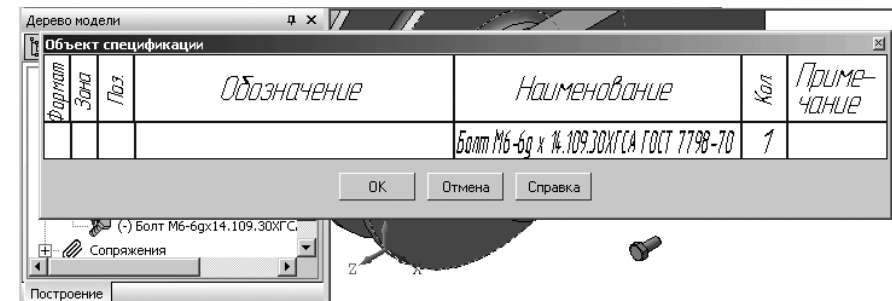

Рис. 6.67. Результат ввода стандартного болта из библиотеки в окно **Сборки**
- щелкните на **Специальной панели управления** по кнопке **Создать объект**. Появится выбранный болт в окне **Сборка** (рис. 6.67).